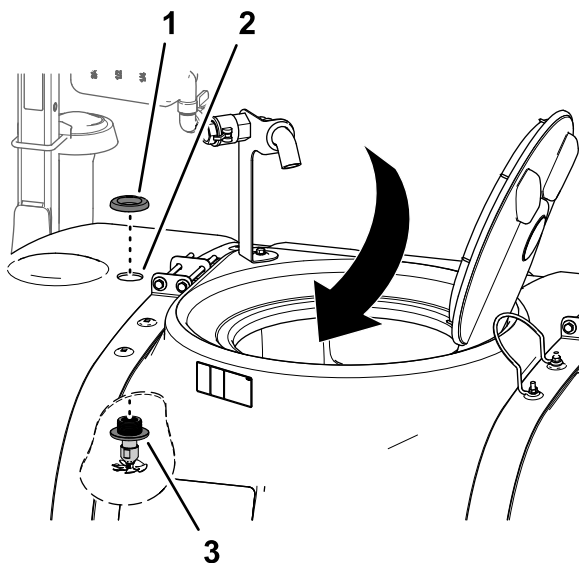

Figura 22
3. No furo frontal de 4,5 cm no depósito de pulverização, repita os passos 1 a 2 para o conjunto do outro bico de lavagem (Figura 22).